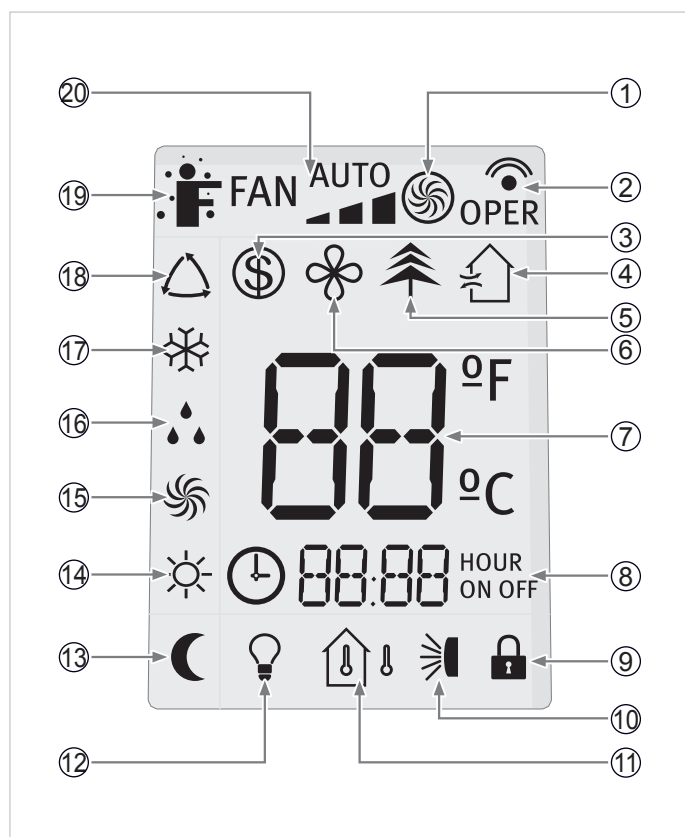

Afb. 7.1 Weergave van de knoppen.
- Druk op de knop ON/OFF (zie afbeelding 7.1) om te controleren of u de batterijen correct geplaatst heeft.